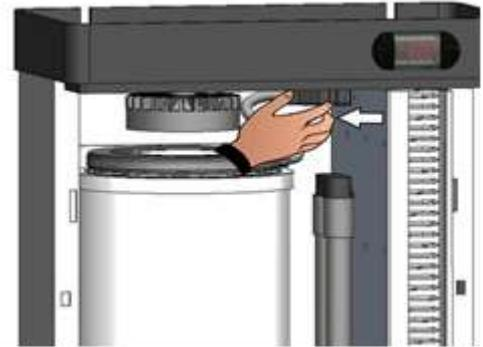

Fig. 30
4. Sfilare il connettore elettrico del cilindro (fig. 30)